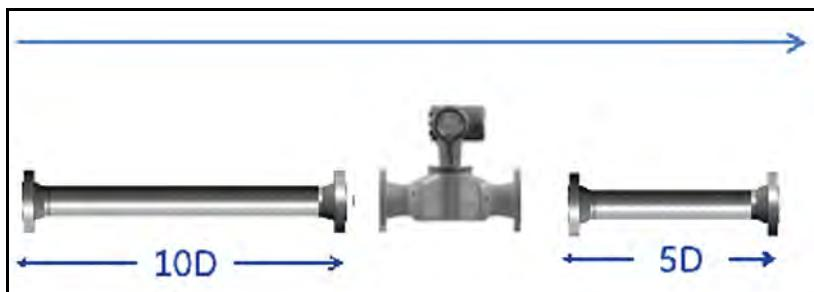

Figura 6: Dirección del flujo
- Sitúe el cuerpo del medidor de forma que haya al menos 10 diámetros de tubo recto aguas arriba sin perturbaciones y 5 diámetros de tubo recto aguas abajo sin perturbaciones desde el punto de medición (consulte la *Figura 6*). Flujo sin perturbaciones significa evitar las fuentes de turbulencias en los líquidos tales como válvulas, bridás, expansiones y codos; evitando remolinos y cavitación.